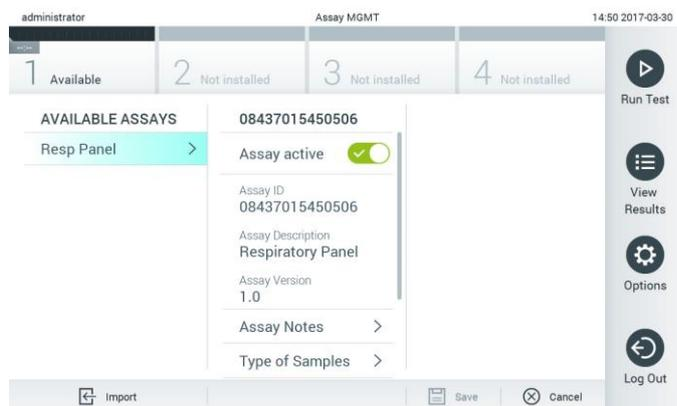

Figura 54. Gestão de ensaios disponíveis.
1. Prima o botão Options (Opções) e, em seguida, o botão Assay Management (Gestão de ensaios) para aceder ao ecrã Assay Management (Gestão de ensaios). Os ensaios disponíveis são listados na primeira coluna da área de conteúdo (Figura 54).